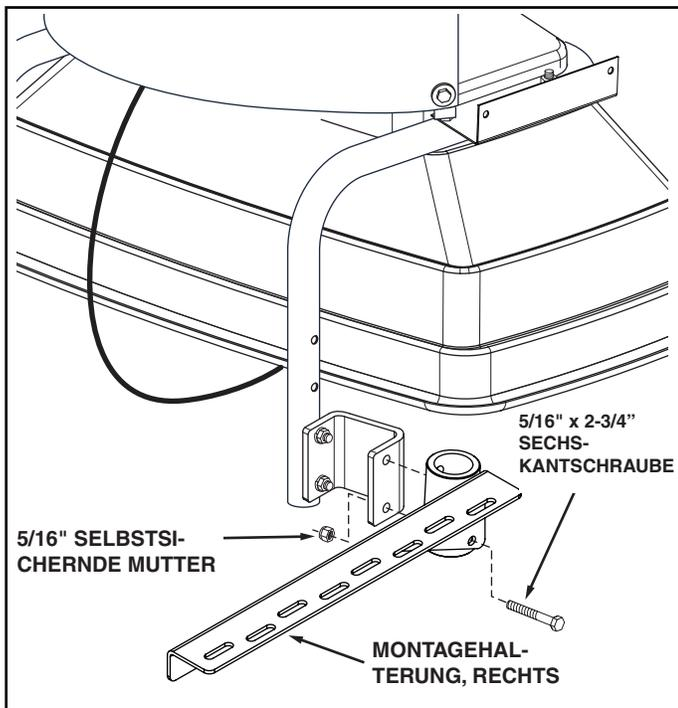

ABBILDUNG 5
5. Bringen Sie die rechte Montagehalterung mit zwei 5/16" x 2-3/4" Sechskantschrauben und 5/16" selbstsichernden Muttern an der in Abbildung 5 gezeigten Halterungsverlängerung an. Ziehen **Sie diese fest.** Wiederholen Sie die Schritte mit der linken Montagehalterung am anderen Fuß des Rahmens.